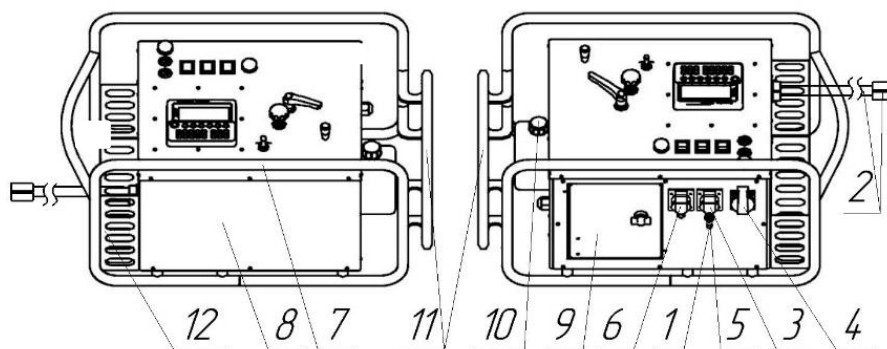

Рис. 3
- 4- Электрическая гидростанция с прибором протоколирования (Рис. 3 стр. 12)